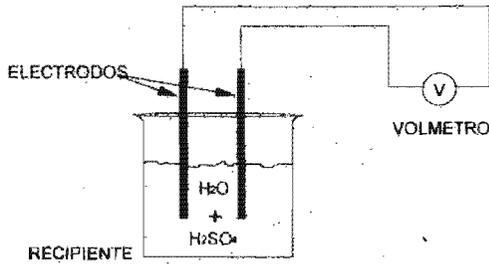

Figura 3.20.
- b) Arme el circuito de la figura 3.20.